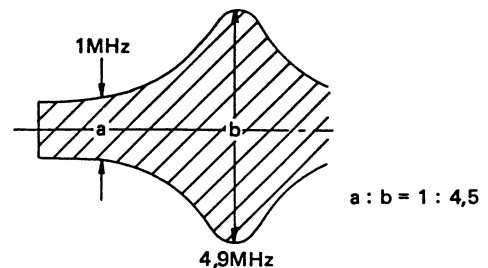

Abb. 3-8 Kopffresonanz und Kopf-Q-Wellenform
6. VR206 und VR207 so abgleichen wie in Abb. 3-8 $a : b = 1 : 4,5$.